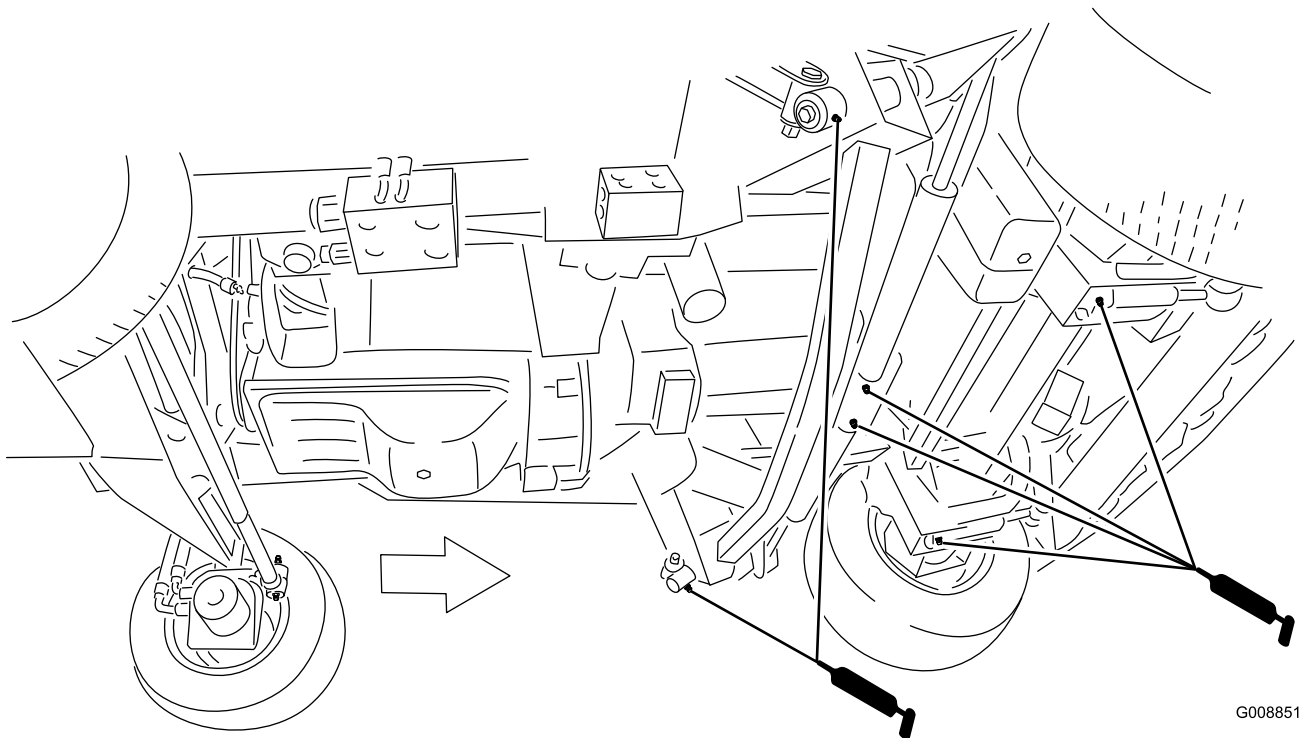

Figure 49
- Bras d'impact (2) (Figure 49)
- Pivots de vérins de relevage de plateau avant (2) (Figure 49)
- Pivots de vérins de relevage de plateaux latéraux (2) (Figure 49)